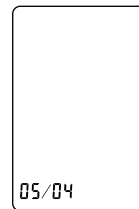

Figure 2
- Régler l'année en appuyant sur la touche mémoire. Valider l'année en appuyant sur la touche Start/Stop et passer au paramétrage de la date (Figure 2).
- Appuyer sur la touche mémoire pour sélectionner le mois et valider avec la touche Start/Stop. Procéder de la même manière pour paramétrer le jour (Figure 2).